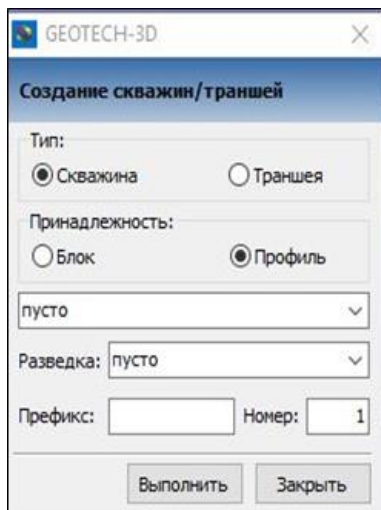

Рис. 6.4. Создание скважин
12.2. В окне **Создание скважин/траншей** значения будут соответствовать рис. 6.4. Нажмите **Выполнить**.